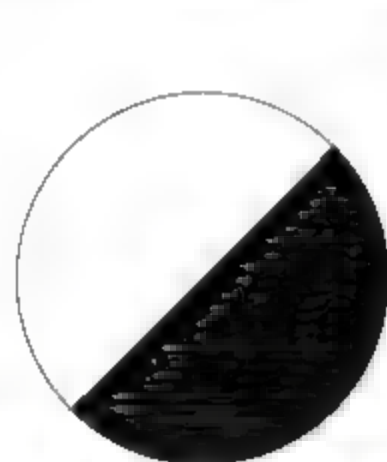

图8-161 填充图案
- 04 调用H【图案填充】命令，选择SOLID图案，对圆形执行填充操作，结果如图8-161所示。